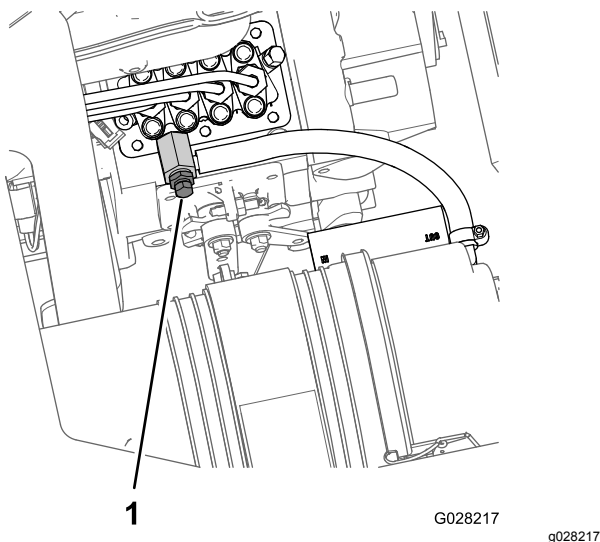

Figura 74
8. Allineate la bacinella di spurgo sotto la porzione della pompa di iniezione del carburante del motore (Figura 74).
9. Aprite la vite di spurgo dell'aria nella pompa di iniezione del carburante (Figura 74).
11. Lasciate la chiave in posizione di ACCENSIONE fino a quando non fuoriesce un flusso costante di carburante attorno alla vite di spurgo (Figura 74).
12. Serrate la vite di spurgo (Figura 74) e girate la chiave sulla posizione di SPEGNIMENTO.